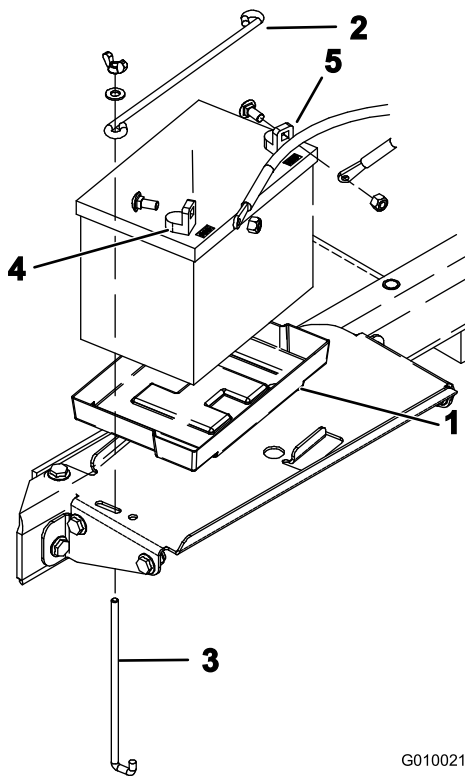

Figura 6
8. Coloque la batería en la bandeja del compartimento de la batería (Figura 6). Coloque la batería de manera que los bornes queden hacia fuera.
9. Sujete la batería a la base del compartimento usando la varilla de la batería, 2 varillas de sujeción, 2 arandelas planas y 2 tuercas de orejeta (Figura 6).
10. Primero, conecte el cable positivo (rojo) al borne positivo (+) de la batería con un perno de cuello cuadrado y una tuerca (Figura 6), y luego el cable negativo (negro) al borne negativo (-) de la batería usando un perno de cuello cuadrado y una tuerca (Figura 6). Deslice la cubierta de goma sobre el terminal positivo para evitar posibles cortocircuitos.